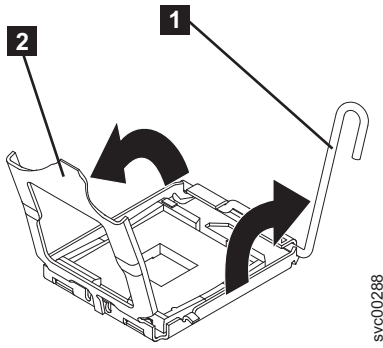

図 257. 全開状態のマイクロプロセッサ解放レバーとブラケット・フレーム
4. マイクロプロセッサの解放レバー（292 ページの図 257 の **1**）を開いて、完全に開いた位置にします。
5. マイクロプロセッサ・ブラケット・フレーム (図 257 の **2**) を開きます。